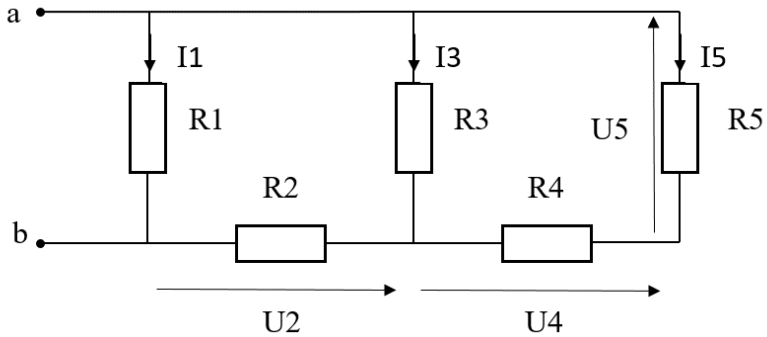

Рис.2.1 Схема для дослідження
1.3 На лабораторному стенді скласти електричне коло за схемою, приведеною на рис.2.1.
2.2 Виходячи з умови, що до кола, зображеного на рис. 2.1, на точки а,в подається постійна напруга величиною 3 В, опори резисторів рівні даним, вказаним в колонці «Обчислені величини», обчислити напруги  $U_2$ ,  $U_4$ ,  $U_5$  та струми  $I_1$ ,  $I_3$ ,  $I_5$ . Обчислення провести з точністю до 10-3. Обчислені дані занести в таблицю.
1.1. В програмному середовищі Multisim скласти електричне коло за схемою, приведеною на рис.2.1.
2.2 Виходячи з умови, що до кола, зображеного на рис. 2.1, на точки а,b подається постійна напруга величиною 3 В, опори резисторів рівні даним, вказаним в табл. 2.2, обчислити напруги  $U_2$ ,  $U_4$ ,  $U_5$  та струми  $I_1$ ,  $I_3$ ,  $I_5$ . Обчислення провести з точністю до  $10^{-3}$ . Обчислені дані занести в таблицю.